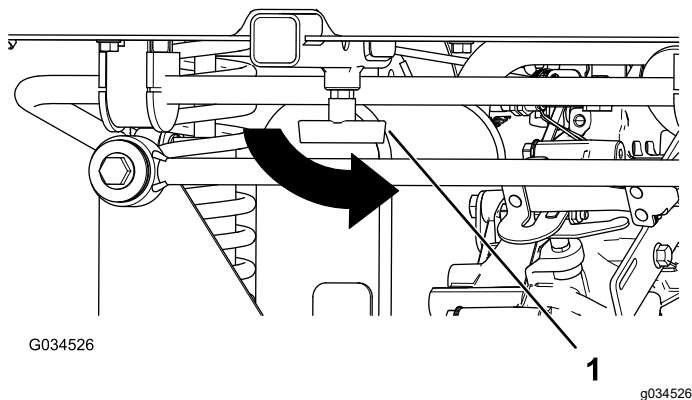

Рисунок 19
4. Затяните Т-образную рукоятку, повернув ее против часовой стрелки (Рисунок 19).